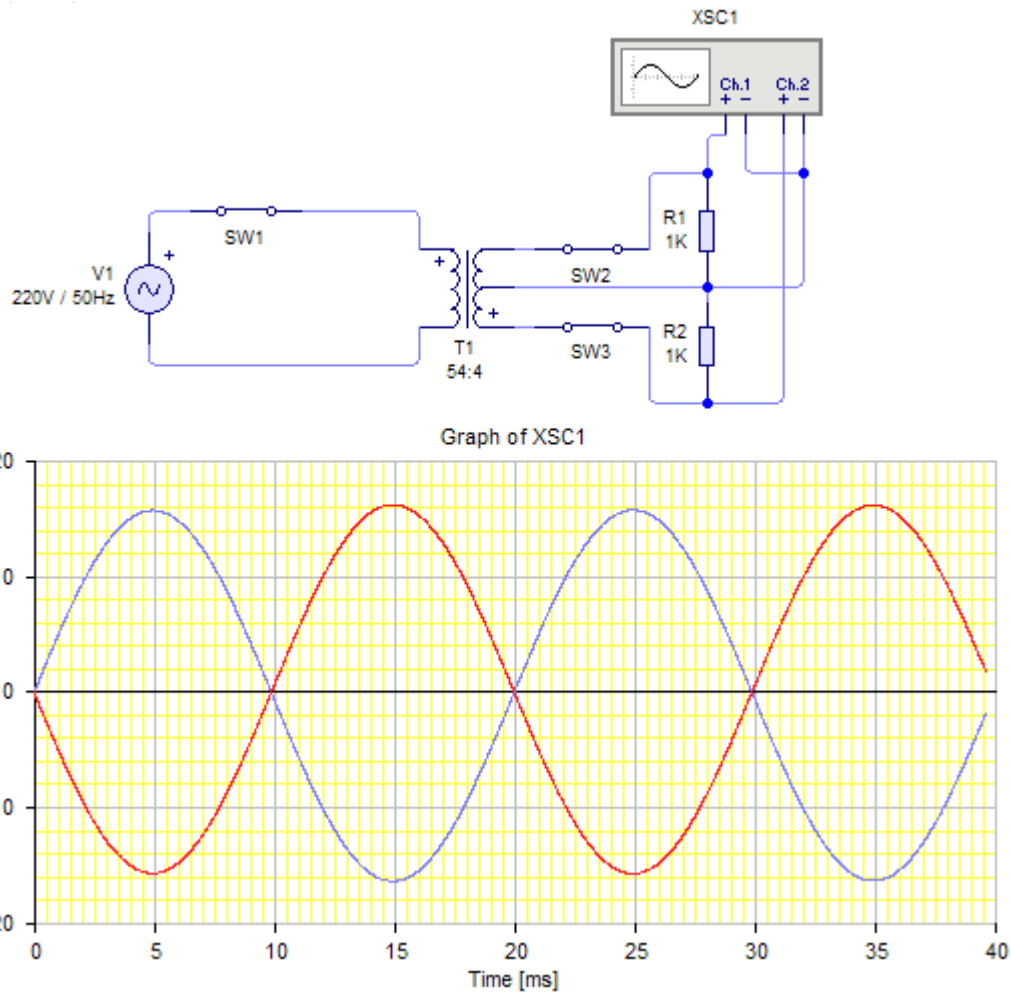

Fig. 6: Relevamiento del transformador respecto al punto medio
- Implementar en el simulador el circuito de la Fig.6.